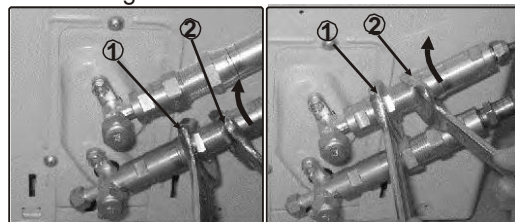

Fig.6.4
4. Ahora apriete primero el conector de rosca inferior usando una llave de boca fija. Sostenga los puntos marcados "1" usando una llave de boca fija y gire las tuercas solamente en los puntos marcados "2", usando una llave de boca fija. (Seleccione la llave de boca fija apropiada de acuerdo con las dimensiones del conector). Vea la fig.6.4